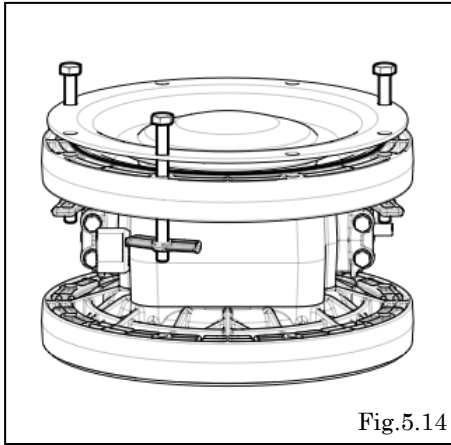

Fig.5.14
- ・ダイアフラムの穴とエアチャンバーのネジ穴を同じ位置に合わせながら、3本のボルトを均等な間隔でダイアフラムの穴に通し、エアチャンバーに仮止めする。(ボルトは当て板を使用して取り付ける) [Fig.5.14]
- ・ Fig.5.14 で仮止めしたボルトを外す。